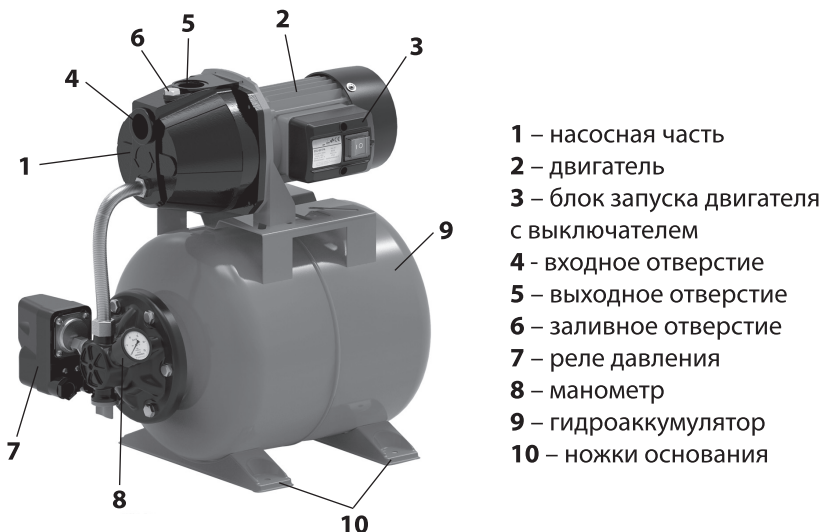

рис. 1
1.6 Общий вид станции представлен на рис.1
1.7 Двигатель (рис.1 поз.2) в металлическом корпусе и насос (рис.1 поз.1) в чугунном корпусе закреплены сверху, на корпусе гидроаккумулятора (рис.1 поз.9). Подключение насоса к сети осуществляется кабелем питания со штепсельной вилкой с заземляющим контактом. Насосная часть станции имеет два отверстия (Ду = 1") для присоединения входной (рис.1 поз.4) и выходной (рис.1 поз.5) трубы (шланга). Сверху расположена заливная горловина (рис.1 поз.6) с пробкой. На блоке запуска (рис.1 поз.3) расположен выключатель двигателя. Он имеет два фиксированных положения: «I» - включено и «0» - выключено.
3.3 Установить станцию на ровной твёрдой поверхности. Для уменьшения вибрации рекомендуется закрепить ножки основания (рис.1 поз.10). Станцию лучше всего расположить как можно ближе к скважине (колодцу) подачи воды.
3.6 Смонтируйте и присоедините к выходному отверстию (рис.1 поз.5) напорную магистраль (рис.3 поз.3). Трубы должны крепиться на специальных подвесках, чтобы не оказывать давления на станцию. Соединение труб должно быть герметичным.